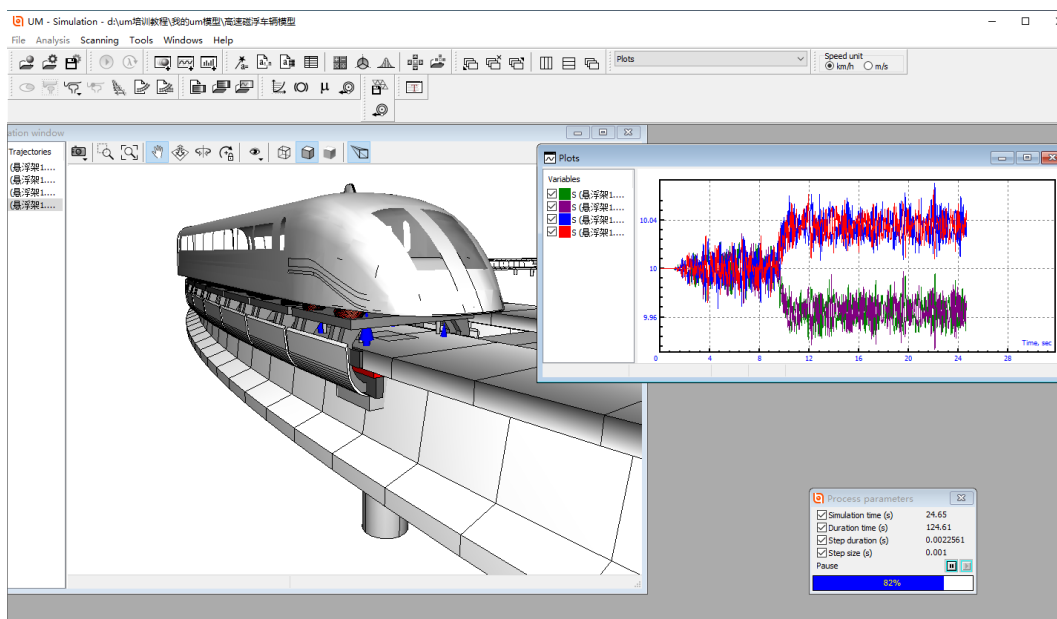

图 3-165
21) 仿真过程如图 3-165，如果将动画窗口最小化或关闭，计算会非常快。